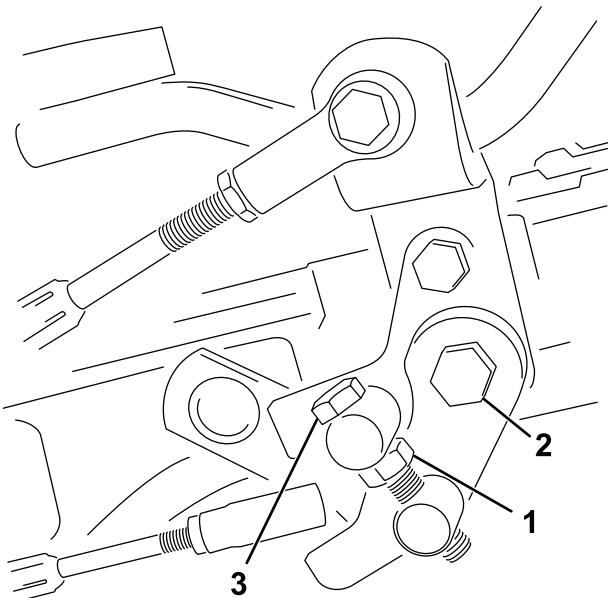

Figura 36
1. Liberte a porca de retenção do parafuso do eixo (Figura 36).
4. Aperte a porca de retenção no parafuso do eixo e a porca na articulação do pedal para bloquear o ajuste (Figura 36). Verifique o ajuste e ajuste se for necessário.